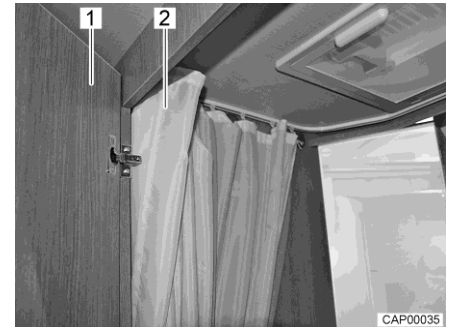

Bild 76 Toilettenraum mit Dusche
- Zum Duschen die Tür (Bild 76,1) schließen und den Duschvorhang (Bild 76,2) komplett zuziehen, so dass alle Wände geschützt sind.